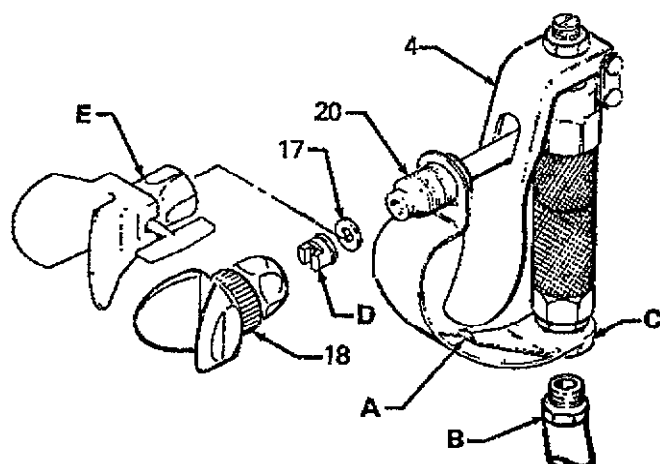

Fig 1
Si se debe utilizar un filtro en línea o un empalme giratorio, montarlos en un flexible de producto de toma de masa (B). Conectar luego el flexible de producto en la entrada 1/4" NPTF de la pistola (C). Ver FIG. 1.
Destornillar el protector de boquilla (18) e instalar la boquilla (D), luego ajustar el protector de boquilla. Cerciórese que la junta (17) esté instalada entre la boquilla y el empalme de salida (20) para evitar fugas. Ver FIG. 1. Si se utiliza una nariz de pulverización (8), instalar la boquilla apropiada en la nariz y atornillar esta última en la pistola. Ver ACCESORIOS.